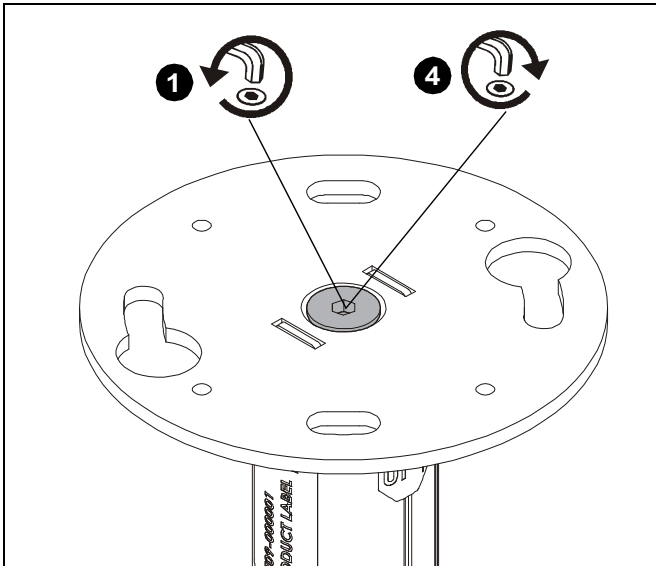

Abb. 1
1. Lösen Sie die Schraube auf der KITEC-KITMC Serien-Halterung (E), indem Sie die Schraube 1-2 mal komplett herumdrehen. (siehe Abb. 1)
4. Ziehen Sie die Schraube auf der KITEC-KITMC Serien-Halterung (E) fest. (siehe Abb. 1)